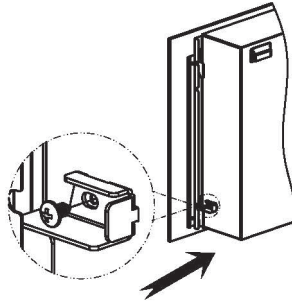

Abbildung 6
- Befestigen Sie die Frontglasscheibe zusätzlich mit den im Lieferumfang enthaltenen Schrauben und ziehen Sie diese fest (siehe Abbildung 6).